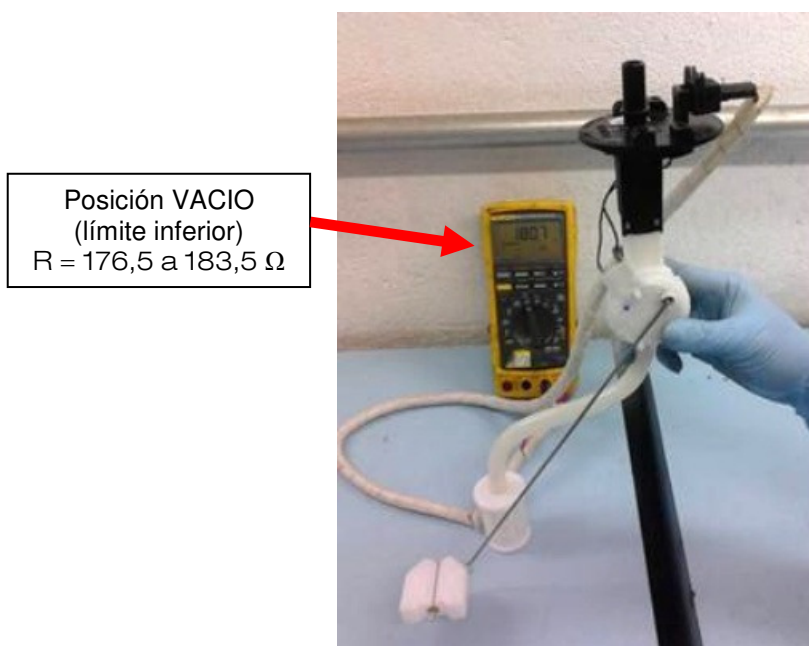

Fig. 4 – Medición del valor de resistencia del emisor en condición de tanque vacío
b. Condición de tanque vacío: llevar el vástago del flotante hasta el límite inferior del medidor de nivel y verificar el valor de resistencia (Fig. 4).